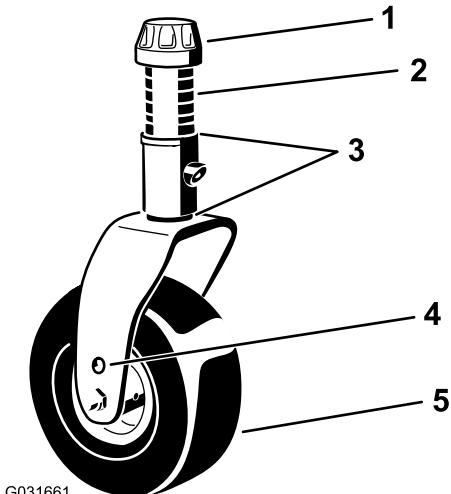
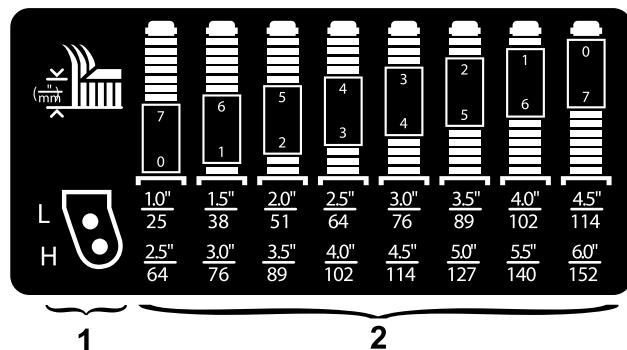

图 8
图 9
将脚轮轴放到两个脚轮叉的相同孔中。请参阅图 8 和图 9 确定用于设定的正确孔位。
1. 从锭轴上取下张紧帽图 8 然后将锭轴滑出脚轮臂。将 2 个薄垫片按最初安装的方式放在锭轴上。这些薄垫片需要在整个滚刀组宽度上达到水平。
2. 将相应数量的隔片滑到锭轴上以获得所需的剪草高度图 8。
请参考图 9 确定所需剪草高度设置需要的隔片组合。